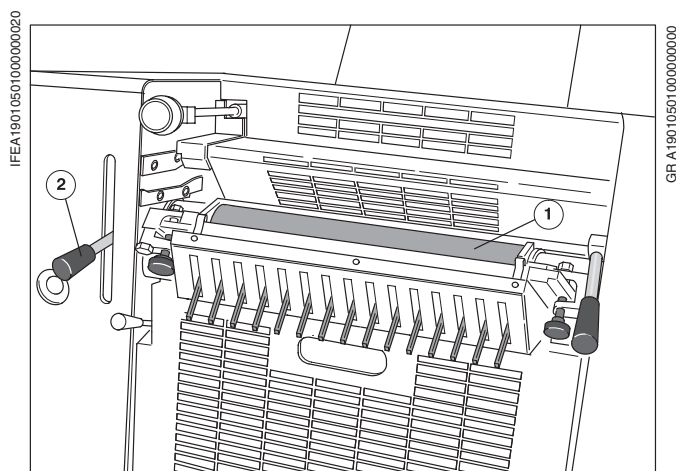

Рис. 4 Закладка краски в красочный ящик
- ① Нанести краску шпателем на дуктор (Рис. 4/①).
- ② Распределить краску, вращая дуктор с помощью ручки муфты (Рис. 4/②).